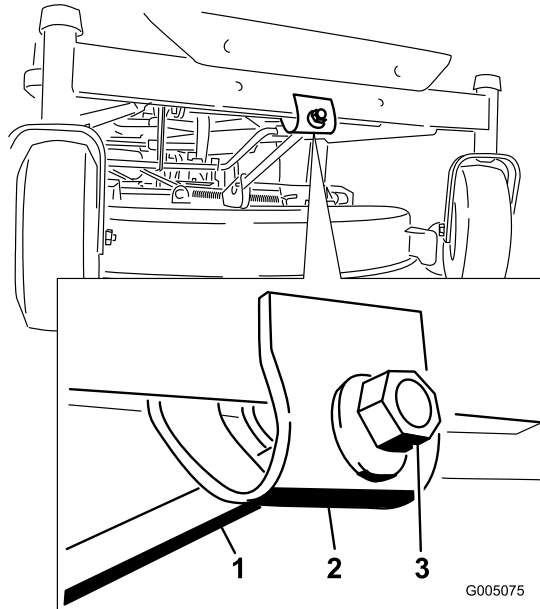

Figura 44
- Para ajustar la inclinación longitudinal, gire la tuerca de ajuste de la parte delantera del cortacésped (Figura 44).